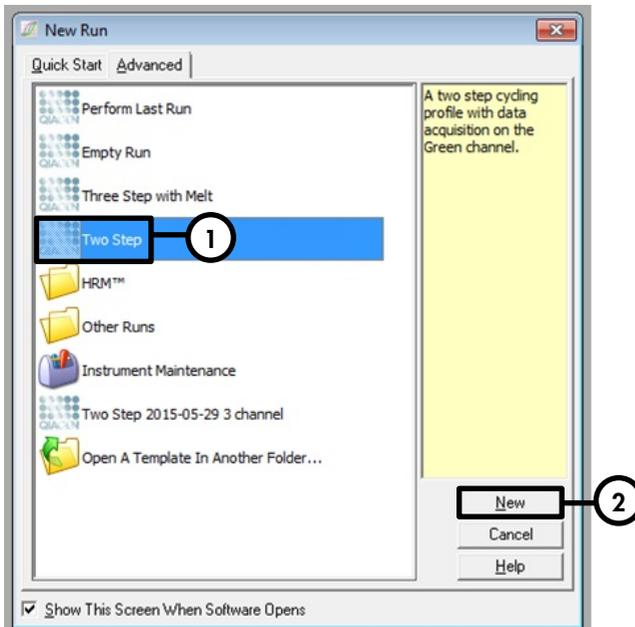

Figure 1. Boîte de dialogue New Run (Nouveau cycle).
| Définition des paramètres généraux de dosage | Figures 1, 2, 3, 4 |
6. Commencer par ouvrir la boîte de dialogue **New Run Wizard** (Assistant Nouveau cycle) version **Advanced** (Avancé) et sélectionner **Two Step** (Deux étapes) (figure 1). Cliquer sur **New** (Nouveau) pour continuer.